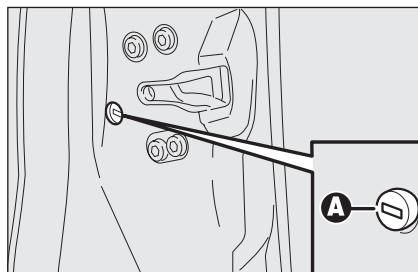

fig. 92
- ☐ introduzca la pieza metálica de la llave electrónica en el alojamiento **A-fig. 92**;
- ☐ quite la llave del alojamiento **A-fig. 92** y vuelva a poner el tapón de protección en la puerta.